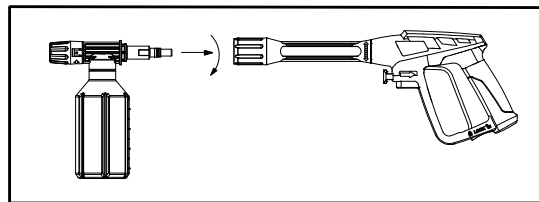

Figura 8 - Atașați aplicatorul la pistol
4. Atașați aplicatorul de detergent la pistol. (A se vedea figura 8)